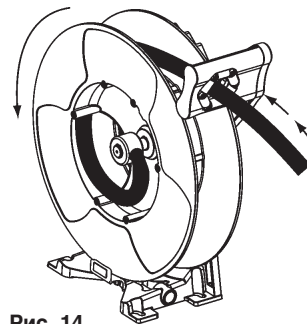

Рис. 14
3. Слегка потянуть шланг, произойдет его автоматическая намотка (рис. 14).